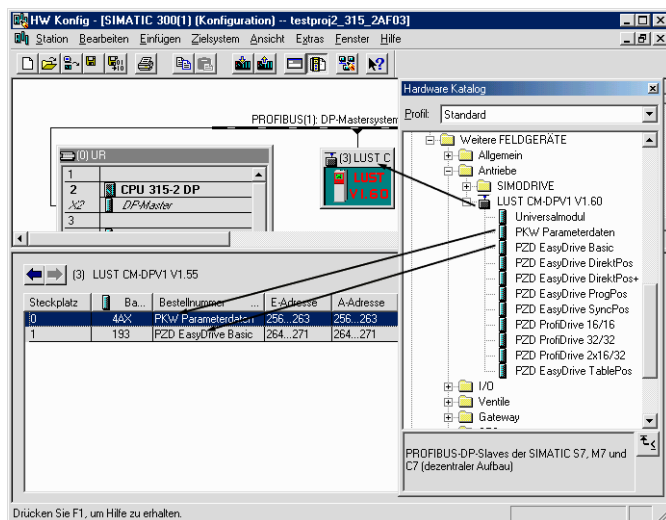

Bild 2.9 Hardwarekonfiguration der S7
- Markieren Sie den DP-Slave (siehe Bild 2.9 "(3) LUST CM-DPV1").